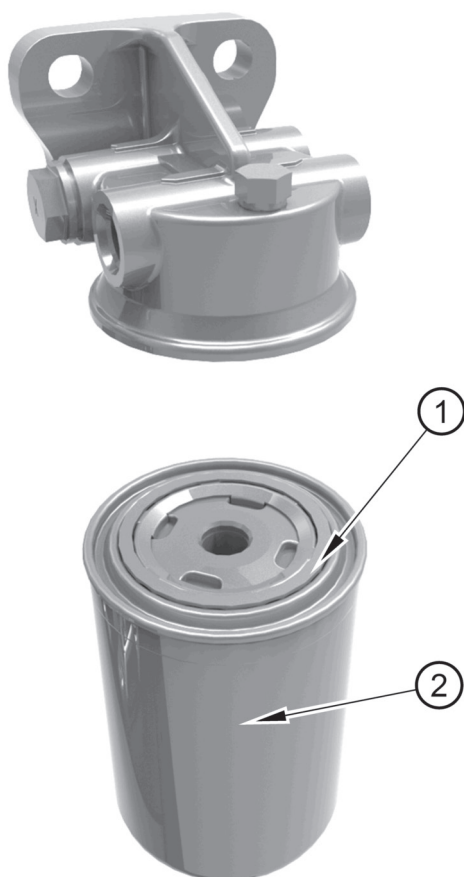

Figura 29
3. Ayúdese con una llave de cadena para sacar el cartucho usado (figura 29, elemento 2).